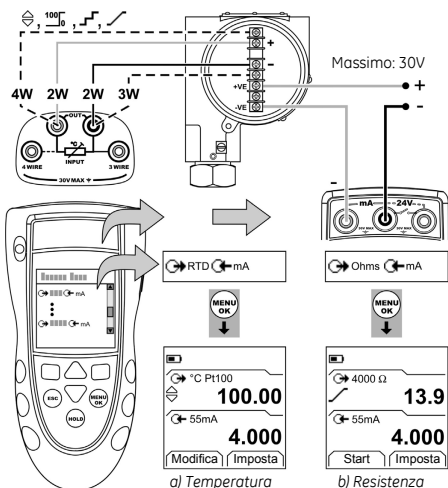

Figura 3: Esempio configurazione - calibrazione trasmettitore con alimentazione esterna del loop
1. Collegare lo strumento (Figura 3/4) e, se necessario, modificarne il Setup (Tabella 1).